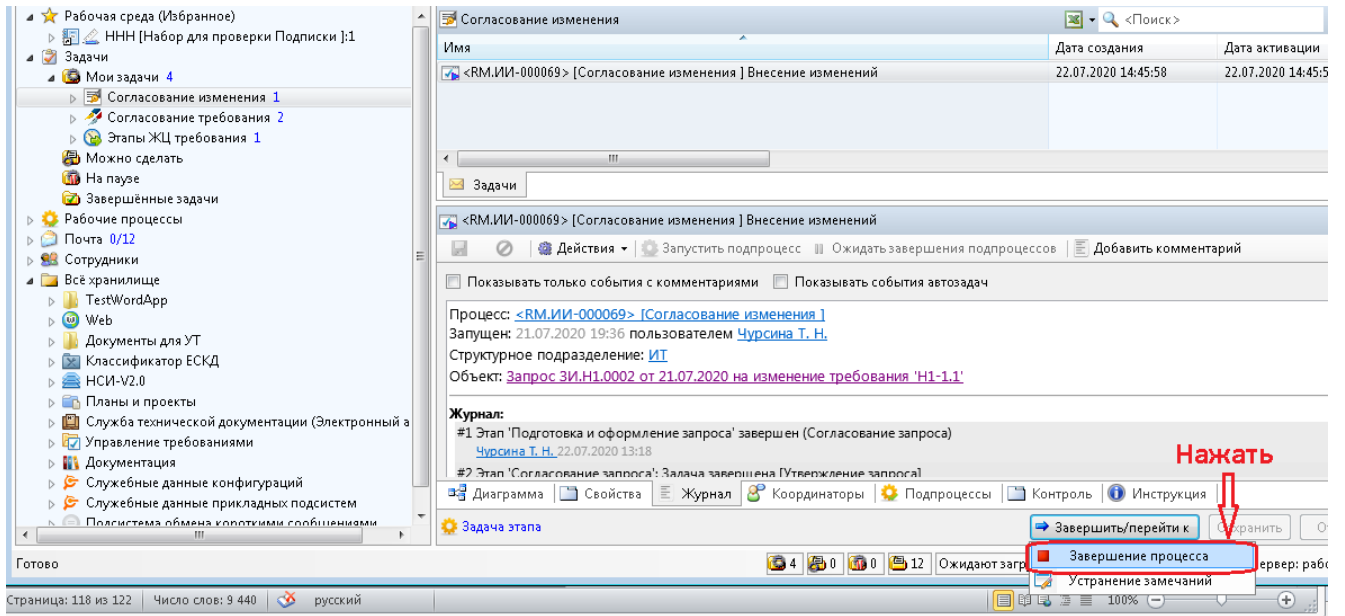

Рисунок 342 — Завершение процесса
- далее нажать «Завершение процесса» (Рисунок 342);